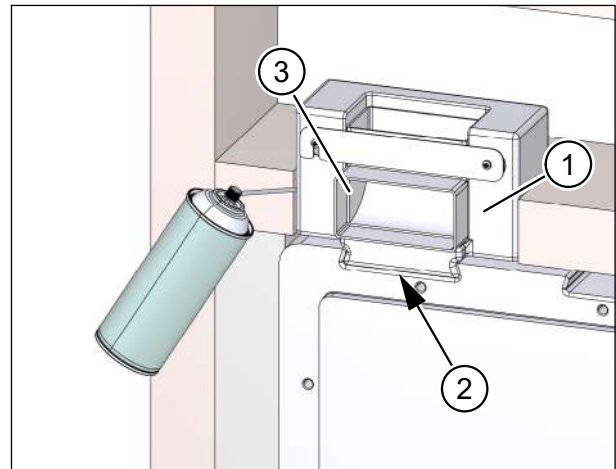
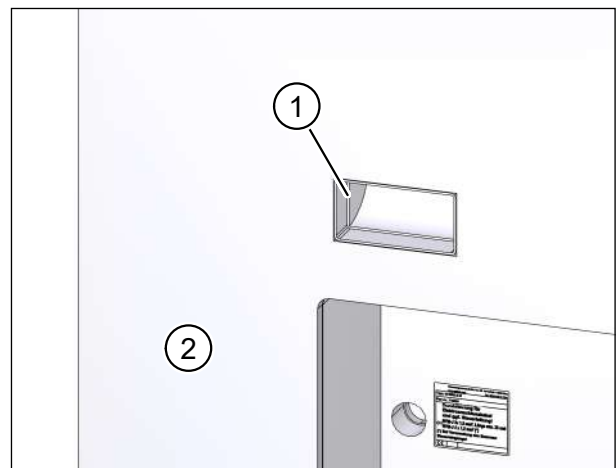

Abb. 26: Kanalanschlussadapter einsetzen und einschäumen
Abb. 27: Bündiger Abschluss von Flachkanal-Winkel und Innenwandverkleidung
- ▶ Setzen Sie den Kanalanschlussadapter (Pos. 1 in Abb. 26) in die Führung (Pos. 2 in Abb. 26) an der Oberseite des Mauerkastens ein (gemäß Planungsunterlagen abluftseitig, zuluftseitig oder beidseitig).
- ▶ Schieben Sie den Kanalanschlussadapter soweit ein, dass der Flachkanal-Winkel (Pos. 3 in Abb. 26, Pos. 1 in Abb. 27) bündig mit der späteren Innenwandverkleidung (Pos. 2 in Abb. 27) abschließt. Der Flachkanal-Winkel kann bei Bedarf gekürzt werden.